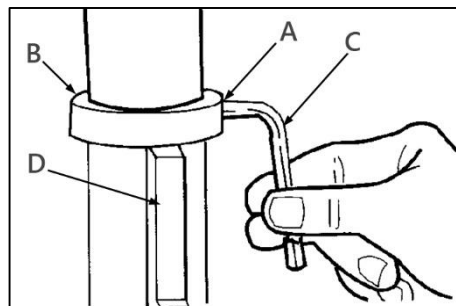
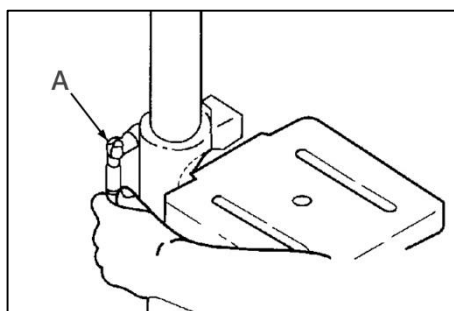

Рисунок 3.
Рисунок 6.
Ослабьте установочный винт (А) (рис. 3) на зажимном кольце (В) при помощи шестигранного ключа 3 мм (С), снимите кольцо и зубчатую рейку (D) с колонны.
Установите зажимное кольцо (В) (рис. 3), затяните установочный винт (А) при помощи шестигранного ключа 3 мм (С), чтобы зубчатая рейка (D) могла перемещаться при повороте стола влево или вправо вокруг колонны, кольцо должно сидеть свободно на зубчатой рейке и не под углом к колонне. Затяните установочный винт достаточно, чтобы удерживать кольцо на месте, иначе деталь может сломаться из-за высокого давления. Установите рукоятку фиксации рабочего стола (А) (рис. 6). Для перемещения стола – ослабьте рукоятку и вращайте подъемный вал червячной передачи по часовой стрелке, при помощи рукоятки перемещения стола. После настройки затяните рукоятку.